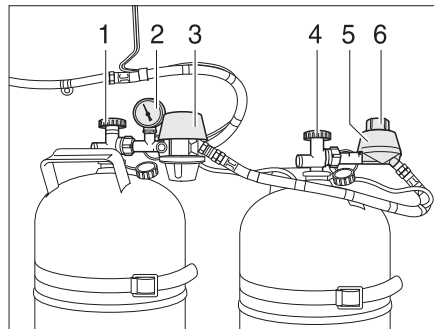
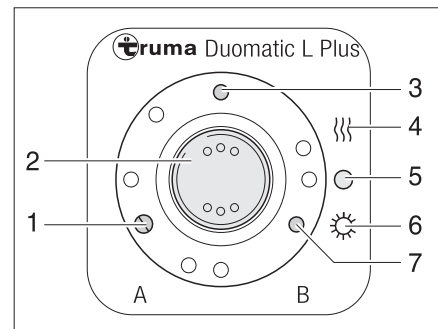

Fig. 146 Instalación de conmutación Duomatic
Fig. 147 Unidad de mando
La instalación de conmutación Duomatic se compone de un regulador central (Fig. 146,3) y de un regulador de conmutación (Fig. 146,5). Con el botón giratorio (Fig. 146,6) en el regulador de conmutación se puede determinar cuál de las bombonas de gas se usará como bombona de servicio y cuál bombona de gas como bombona de reserva.
El manómetro (Fig. 146,2) en el regulador central indica la presión en la bombona de gas, no el nivel de llenado de la bombona de gas. Con el manómetro se puede comprobar la estanqueidad de la bombona de gas.
En la unidad de mando (Fig. 147) únicamente pueden conmutarse las funciones eléctricas. Las llaves de paso principales de las bombonas de gas (Fig. 146,1 y 4) deben abrirse a mano.
- Abrir las llaves de paso principales en las bombonas de gas (Fig. 146,1 y 4).
- Con el botón giratorio (Fig. 146,6) en el regulador de conmutación (Fig. 146,5), seleccionar la bombona de gas de la cual se debe tomar el gas preferentemente (bombona de servicio).
En caso de que el botón giratorio se encuentre en la zona roja, el gas se tomará preferentemente de la bombona de gas con el regulador central (Fig. 146,3).
En caso de que el botón giratorio se encuentre en la zona verde, el gas se tomará preferentemente de la bombona de gas con el regulador de conmutación (Fig. 146,5).
- Conectar la instalación de conmutación Duomatic en la unidad de mando (Fig. 147).
Para ello, ajustar el interruptor basculante (Fig. 147,2) en modo de invierno "On y calentar" (Fig. 147,4) o en modo de verano "On" (Fig. 147,6). Los dos reguladores de presión de gas están ahora desaireados. El piloto (Fig. 147,3) se enciende.
- Poner el interruptor basculante (Fig. 147,2) en "O" (Fig. 147,5). El piloto (Fig. 147,3) se apaga.
- Cerrar las llaves de paso principales en las bombonas de gas (Fig. 146,1 y 4).
Las luces de control en la unidad de mando (Fig. 147) señalizan en el interior del vehículo si las bombonas están dispuestas para el funcionamiento.
- Luz de control "A" (Fig. 147,1): Bombona de gas en el regulador central
- Luz de control "B" (Fig. 147,7): Bombona de gas en el regulador de conmutación